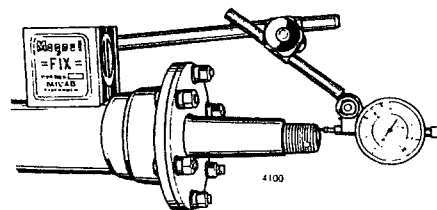

Fig 11-29. Uppmätning av lagerspel
19. Anbringa de justermellanlägg som fanns vid isärtagningen samt två ändbrickor. Lämpliga brickor finns på nylevererade axlar. Deras utseende framgår av fig 11-29. Om sådana brickor inte finns tillgängliga kan drivhjulskonsolerna användas. Dra mutternarna.
20. Anbringa en indikatklocka enligt fig 11-29 och mät upp det axiella lagerspel som skall vara 0,15-0,20 mm och justeras med de i punkt 19 nämnda justermellanlägg. Efter varje ändring av mellanläggets tjocklek slås några lätta slag på drivhjulssaxlarnas ändar så att lagrens ytterbanor kommer i sina rätta lägen. Vid större justeringar bör mellanlägg tas bort eller läggas dit lika mycket på var sida för att distansstycket skall hållas i mittenläge.